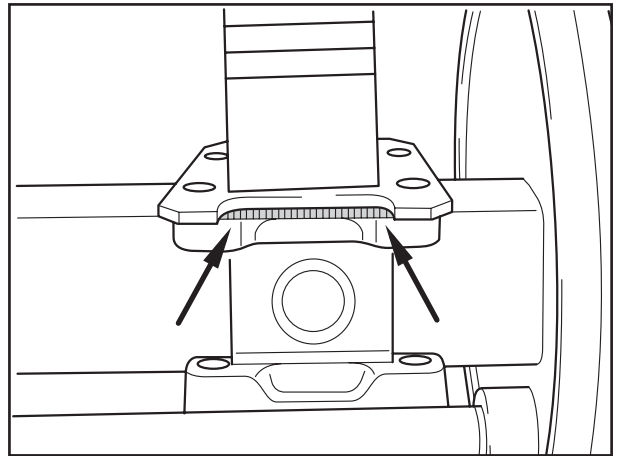

Fig. 4
The axles are installed as described in Chapter 4, Figs. 4 to 9.
La suite du montage de l'essieu s'effectue comme décrit au chapitre 4, figures 4 à 9.
- [9] Bei Abweichungen muss die Parallelität der Achsen durch Aufschweißen an dem oberen Achslappen (Pfeile) hergestellt werden (Fig. 4/ Pfeile).
- [9] If necessary, the axles should be repositioned by welding materials onto the upper axle flanges (Fig. 4/arrows).
- [9] En cas de différence plus importante, rétablir le parallélisme des essieux par soudure d'apport aux patins de fixation supérieurs (flèches) (fig. 4 /flèches).